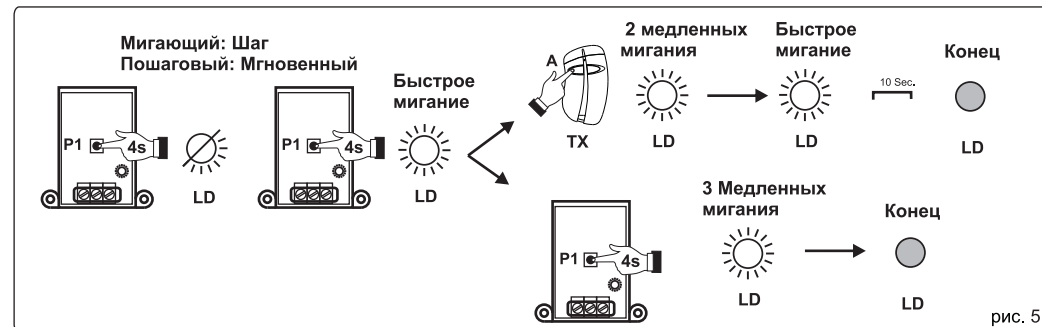

рис. 5
- 1) Premere e mantenere premuto il pulsante P1 per circa 4 sec. fino a che il led LD si accende ( fisso o lampeggiante ) a seconda del modo di funzionamento corrente ( Fig. 5);